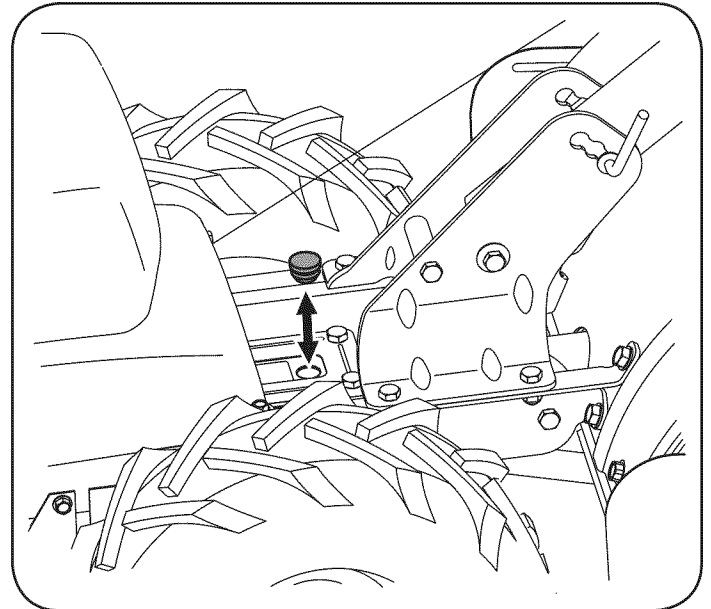

Figura 9
2. Retire el tapón de llenado de aceite de la tapa de la caja de transmisión y localizar el eje principal situado en el interior de la vivienda. Véa la Figura 9.
El control del cebador se encuentra en la parte posterior del motor, y se activa haciendo girar la palanca a la posición CHOKE (cebador). Al activar el control del cebador se cierra la placa del cebador del carburador y esto ayuda a poner en marcha el motor. Vea la Figura 9.